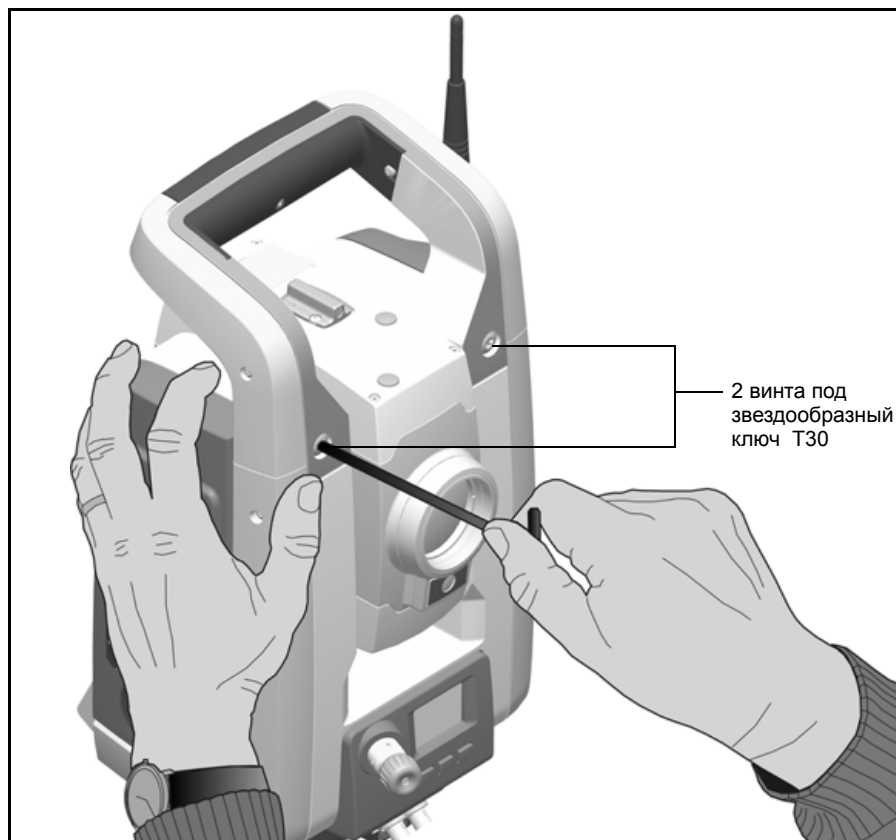
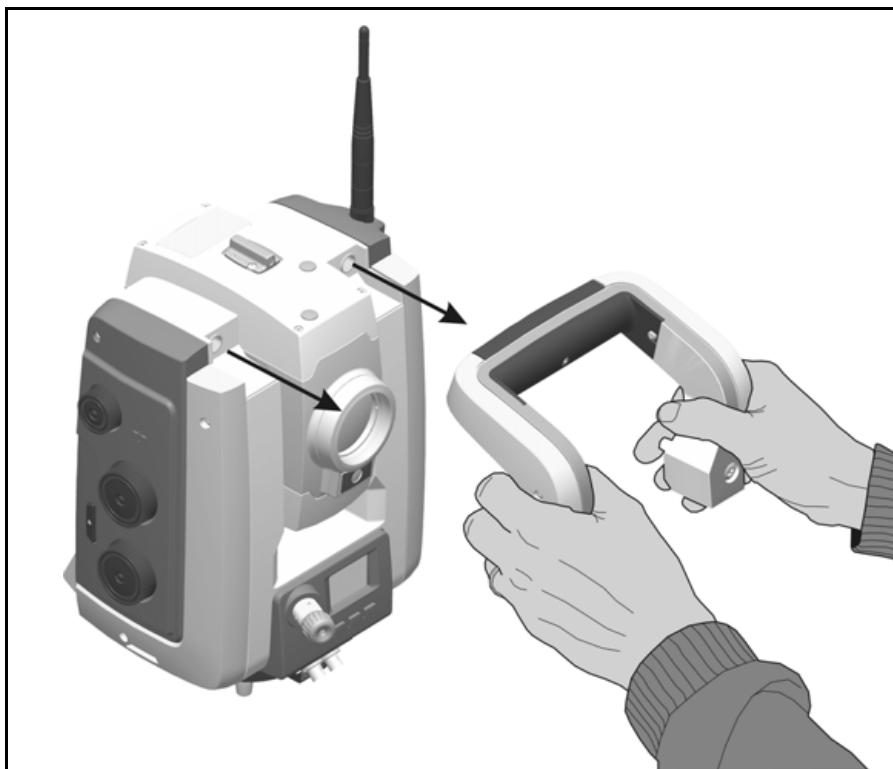

Рис. 3.20. Отсоединение ручки инструмента
Рис. 3.21. Отсоединение ручки инструмента
2. Сдвиньте ручку горизонтально с передней части инструмента. См.рис. 3.20 и рис. 3.21